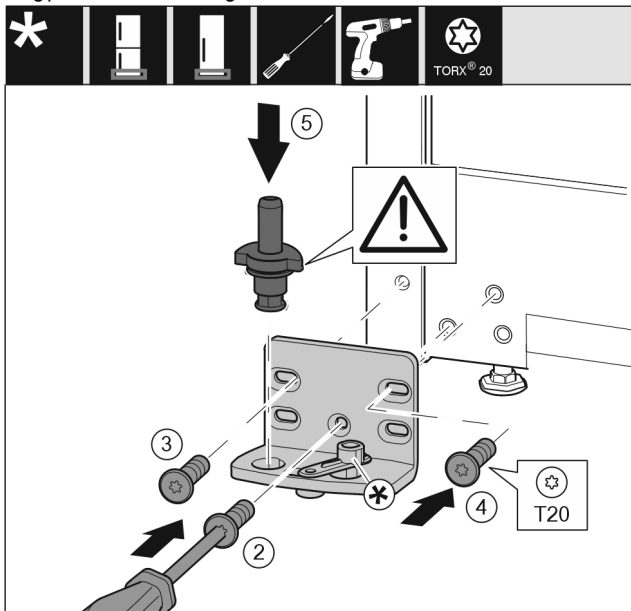

Fig. 46 *
- ▶ Helyezze fel a csapágybakot a másik oldalra, és csavarozza fel csavarhúzóval. Kezdje alul, a középső csavarral Fig. 46 (2).*
- ▶ Húzza meg a csavart Fig. 46 (3) és a csavart Fig. 46 (4).*
- ▶ Helyezze be teljesen a csapszeget Fig. 46 (5). Ügyeljen közben arra, hogy a reteszelő bütyök hátrafelé mutasson.*